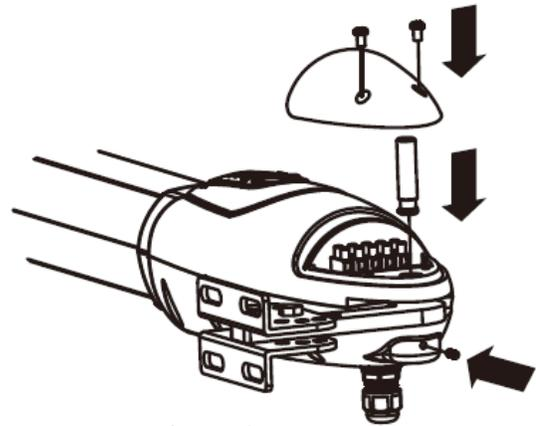

Figure 2
3. Dévissez le capot de la partie arrière, positionnez le moteur sur l'étrier arrière et fixer la goupille (**figure 2**).
2. Utilisez 1 tournevis pour percer les trous pré-perçés placés en dessous du boîtier électronique (**figure 2**).
### Cas de figure 2 – Installation avec fin de course électromécanique